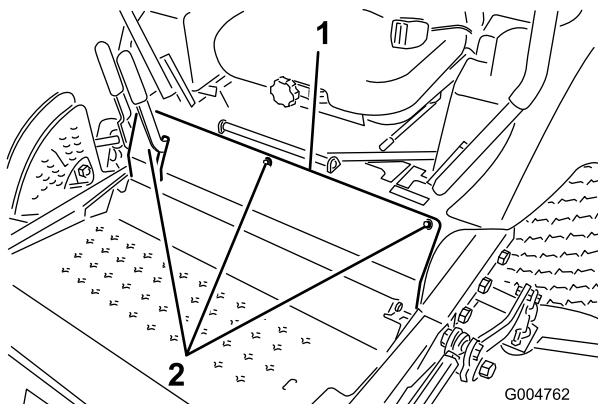

Figura 64
3. Togliete i bulloni che fissano il pannello anteriore, e rimuovete il pannello (Figura 64).